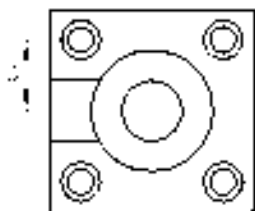

图 5.2.25 标注竖直尺寸
- 在图 5.2.23 所示的快捷菜单中选择 **竖直** 命令，此时在视图中显示尺寸，如图 5.2.25 所示。